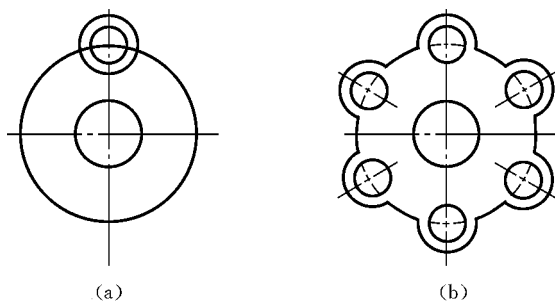

图 3.30
2. 使用阵列、镜像、打断、修剪等命令,将如图3.30(a)所示的图形编辑成如图3.30(b)所示的图形。